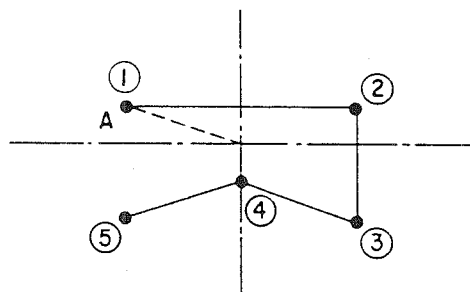

Fig. 2
Paso 7 Pulse las teclas **Avance** y **Retraceo**, mueva la aguja para confirmar que la posición del patrón se ha movido como se ilustra en la Fig. 2.
Paso 8 Pulse las teclas **Avance** y **Retraceo** hasta que la aguja llegue a la posición ② que se ilustra en la figura.
Paso 10 Ahora los LEDs indicarán **PCH** **= 9.C**, que significa que el pespunte lineal desde el punto ② al punto ③ cambiará a pespunte de punto. Luego pulse la tecla **Contador (Preparar)**.